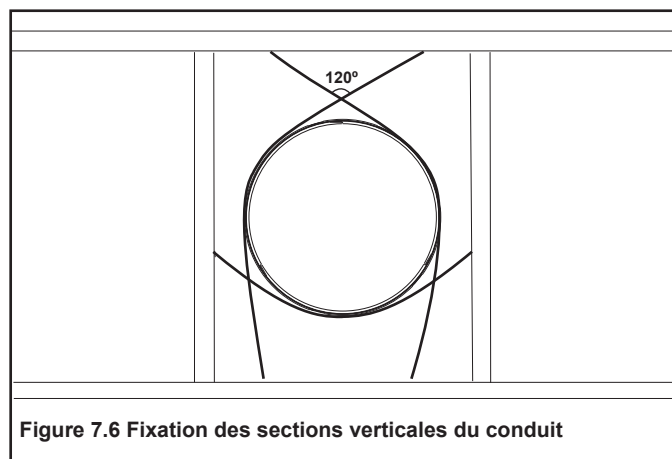

Figure 7.6 Fixation des sections verticales du conduit
- Des supports de conduit ou des bandes de suspension (espacés de 120°) peuvent être utilisés à cette fin pour soutenir les sections de conduit. Voir les figures 7.6 et 7.7.